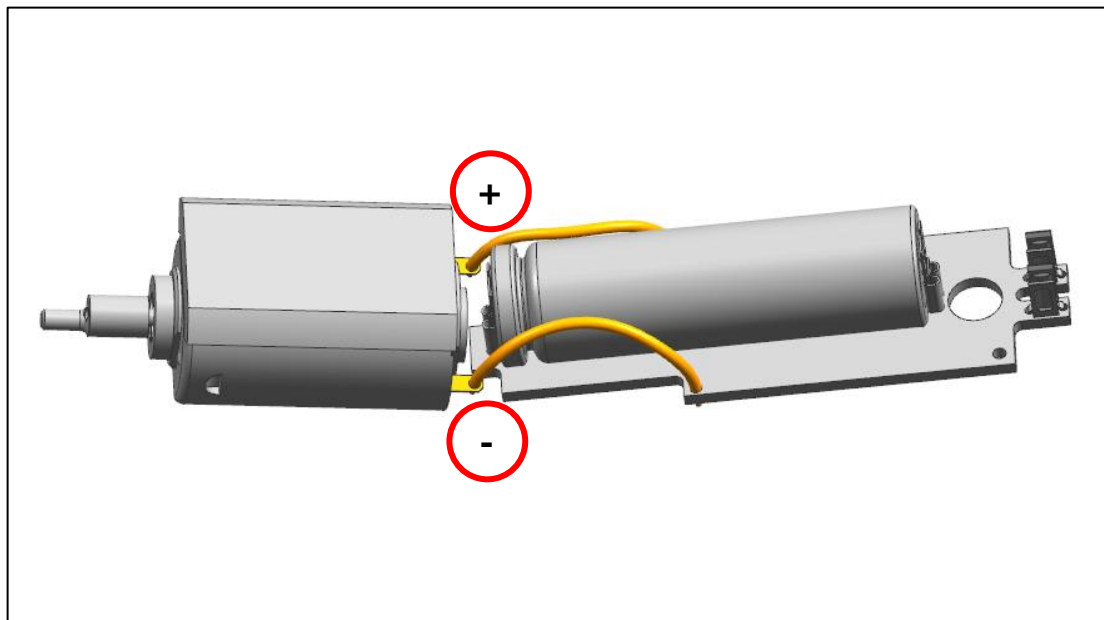
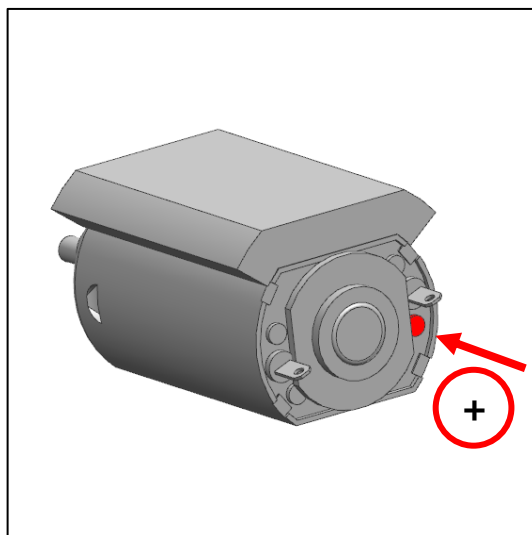

Abb. 37
Abb. 38
- a) Löten Sie die Litzen der Platine an den Motor (Abb. 37).
Vorsicht: Beachten Sie die Polung entsprechend der Kennzeichnung auf dem hinteren Motorlagerschild (Abb. 37, Abb. 38)!